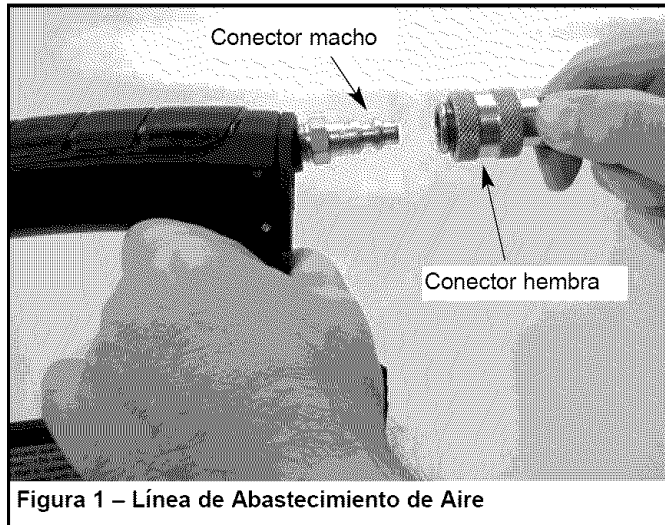

Figura 1 – Línea de Abastecimiento de Aire
Consulte la Figura 1 (página 12).
- Nunca conecte un acoplamiento de desconexión rápida hembra en el lado de conexión de la línea de aire de la herramienta. Conecte un acoplamiento macho de flujo libre en el lado de conexión de la línea de aire de la herramienta (véase la Figura 1).